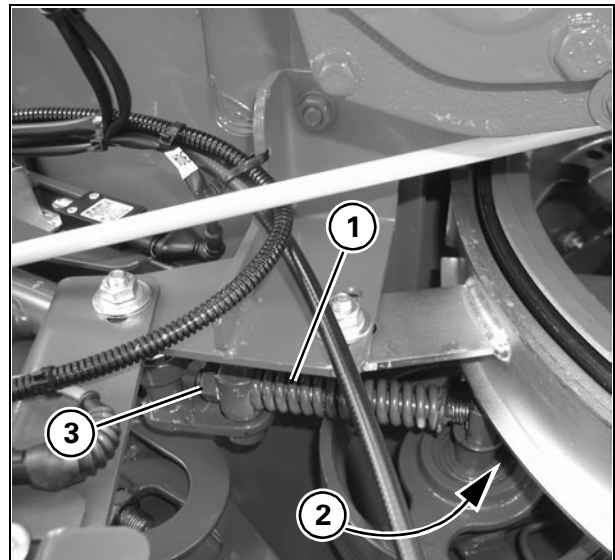
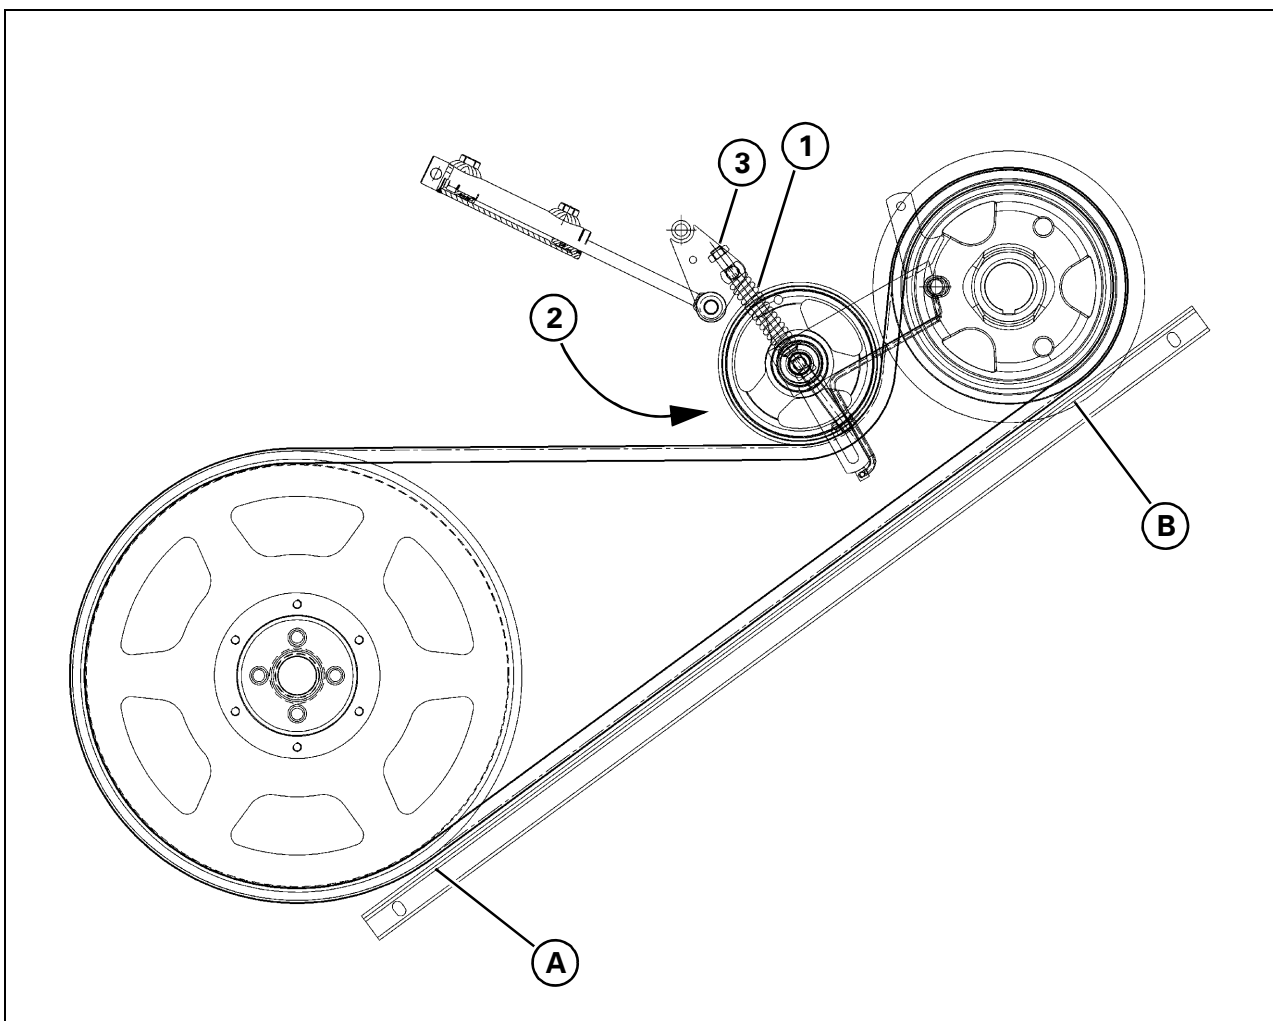

Рис. 2
Рис. 3
1. РЕМЕННОЙ ПРИВОД ГЛАВНОГО ПРИЕМНОГО ЭЛЕВАТОРА - Рис. 2 и Рис. 3